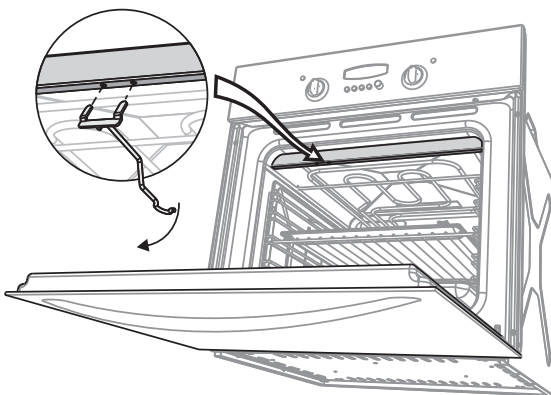

Рис.13
- Установите крючок, для чего вставьте «усы» крючка в пазы верхней полки слева проема духовки и опустите крючок вниз (рис.13).